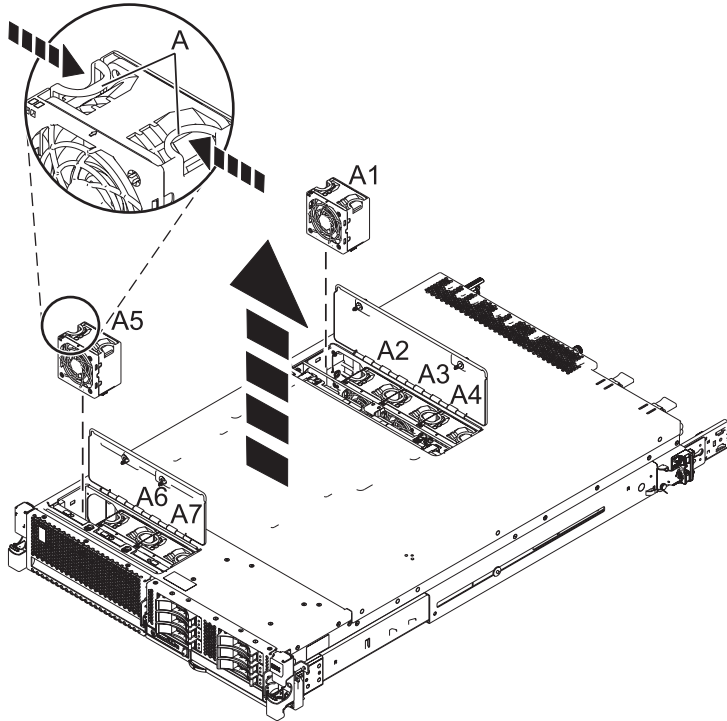

Figure 1. Retrait d'un ventilateur du système 31E/2B, 31E/1C ou 31E/2C
- a. Passez le câble du boîtier de ventilation par l'ouverture de la paroi du châssis, comme illustré dans la Figure 1.
- c. Serrez les deux vis (A) dans le sens des aiguilles d'une montre au bas du boîtier de ventilation.
- d. Installez la vis (B) dans la partie supérieure du boîtier de ventilation.
- g. Serrez les deux vis (C) dans le sens des aiguilles d'une montre et placez les anneaux en position horizontale.